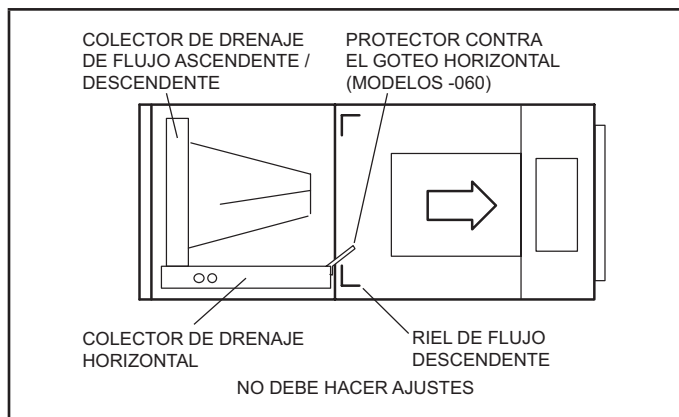

Figura 4. Configuración de descarga a la derecha
- Instale el protector horizontal contra el goteo (-060) en el borde delantero del colector de drenaje horizontal como se ilustra en la Figura 4.